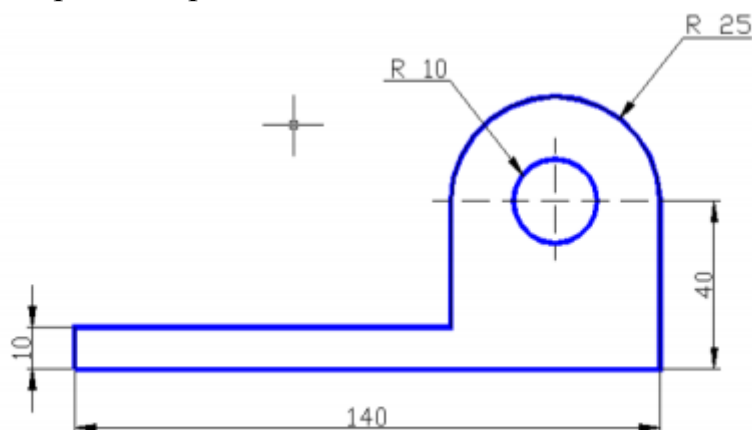

Рис.4
6. Используя навыки, полученные при выполнении предыдущих пунктов, построить чертеж по рис.4.
6.3. Построить чертеж по рис.4. Предварительно погасите все